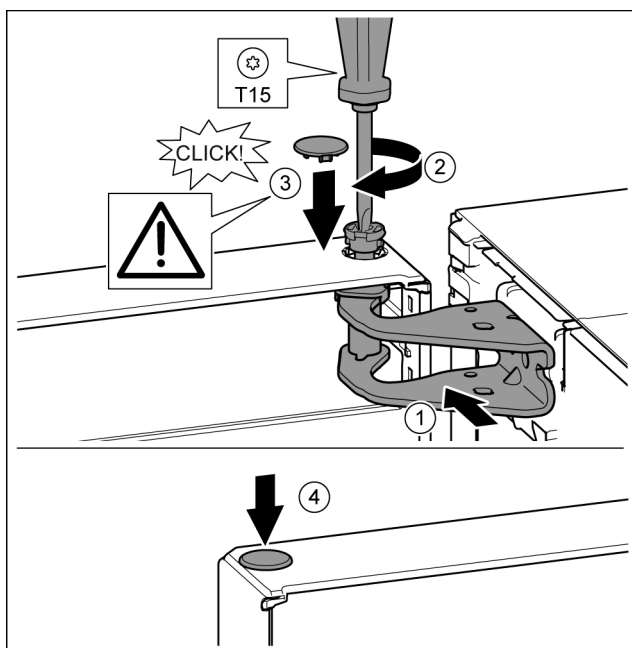

Fig. 17
- ▶ Dvere hore vyrovnajte s otvorom v ložiskovej konzole. Fig. 17 (1)
- ▶ Vložte čap a pevne ho priskrutkujte skrutkovačom T15. Fig. 17 (2)
- ▶ Namontujte poistný kryt pre poistku dverí: Nasadíte poistný kryt a skontrolujte, či prilieha ku dverám. Inak čap vložte úplne. Fig. 17 (3)
- ▶ Nasadíte zátku. Fig. 17 (4)